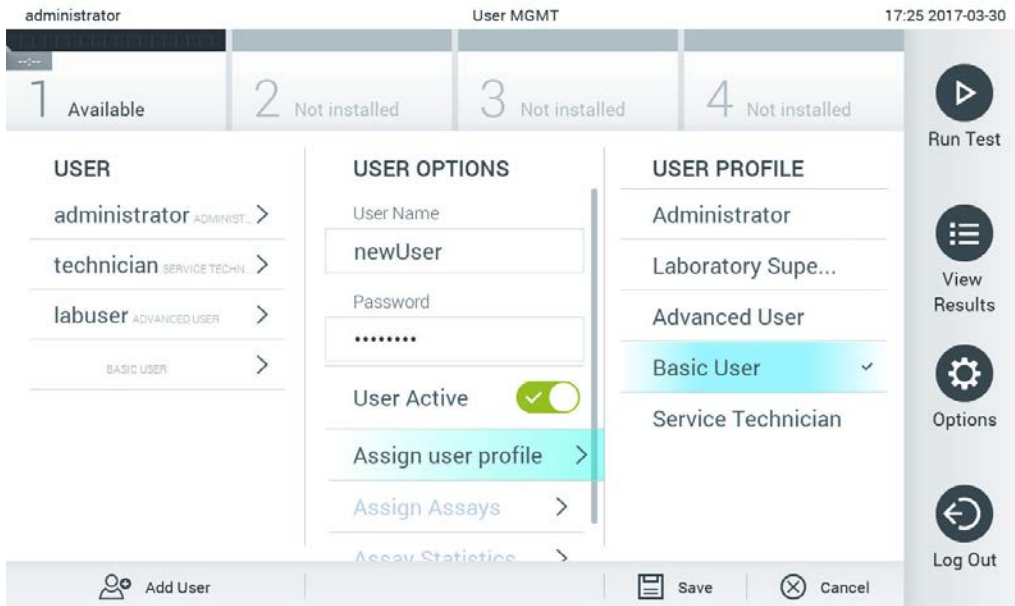

Figura 64. Atribuição de um perfil de utilizador a um novo utilizador.
4. Prima Assign User Profile (Atribuir perfil de utilizador) e atribua o perfil de utilizador apropriado (a partir da lista à direita da área de conteúdo) ao novo utilizador (Figura 64, página seguinte).